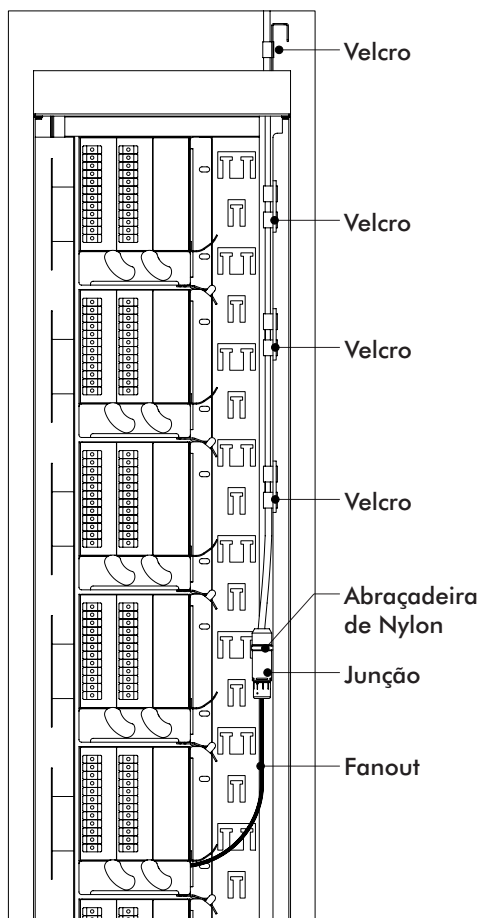

Figura 10
2. Guie os cabos Trunks – Fanouts até próximo aos Sub-Racks utilizando o suporte guia de cabos lateral do Rack FTH-300. Utilize o Velcro dupla face para a fixação durante o caminho e as abraçadeiras de Nylon de 150 mm na fixação da junção. Conforme mostrado na Figura 10.